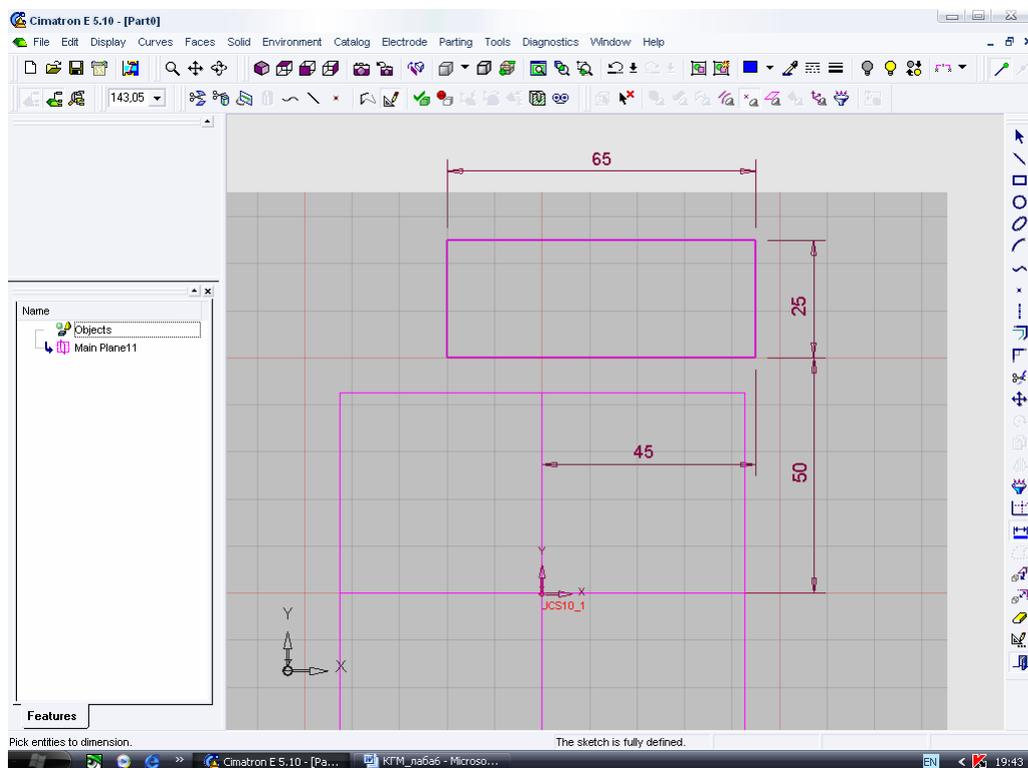

Рисунок 22 - Эскиз поперечного сечения втулки
9. Построение 3D-модели втулки. Для этого выбираем: New > модуль 3-D моделирования. Сохраняем файл Save as «втулка.elt». Выбираем в пункте меню Environment > Plane > Main Planes и отмечаем пользовательскую систему координат. Подтверждаем выбор плоскостей нажатием ОК. На экране появляются главные плоскости. Выбираем плоскость XY для эскизирования и входим в Scetcher. Строим эскиз поперечного сечения втулки и образмериваем его (рисунок 22). Выходим из Scetcher.